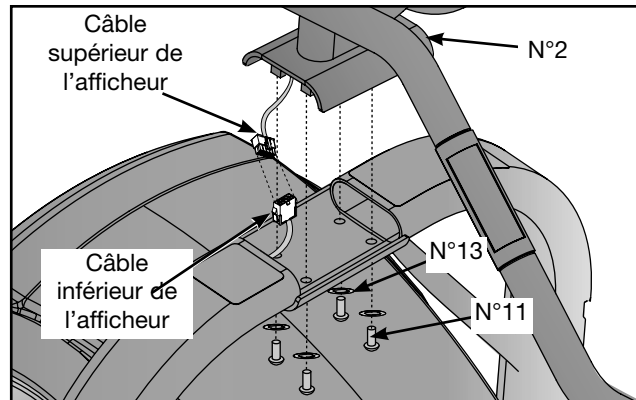

Figure 4
- B. Repérez le câble supérieur de l'afficheur et branchez-le dans le câble inférieur de l'afficheur, dans le châssis principal. Reportez-vous à la figure 4.
- C. Placez l'ensemble console/poignée (n° 2) dans la position adéquate, sur le châssis principal. Reportez-vous à la figure 4.
- D. Fixez l'ensemble console/poignée à l'aide des quatre rondelles (n° 13) et des quatre vis de 0,375-16 x 1,50 (n° 11) tel qu'illustré à la figure 4. **REMARQUE** : Ne serrez pas complètement les vis pour le moment.